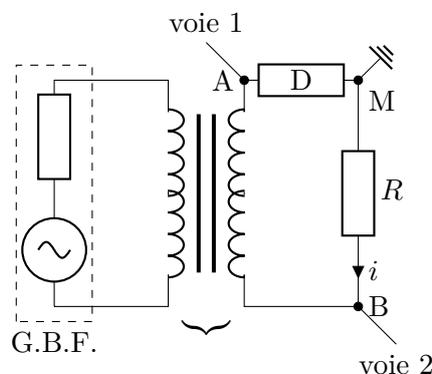

Figure 4 – Tracé de caractéristique à l'oscilloscope.
Dans cette partie, nous allons utiliser l'oscilloscope pour visualiser des caractéristiques courant-tension de dipôles. R est une résistance connue (on prendra la boîte de résistance $\times 10^2 \Omega$) mise en série avec le dipôle D , d'impédance Z , aux bornes duquel on souhaite visualiser la tension, et traversé par le courant dont on veut connaître l'intensité (figure 4).
13. Faire le schéma du montage en vous inspirant de la figure 4. Faire bien attention aux problèmes de masses.